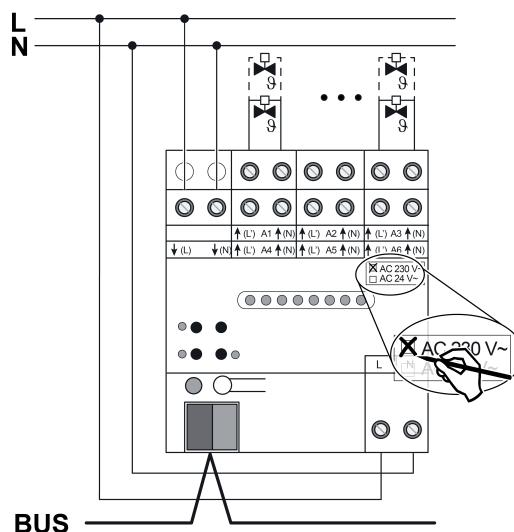

Bild 3: Anschluss Stellantriebe 230 V
- Stellantriebe AC 230 V gemäß Anschlussplan (Bild 3) anschließen.